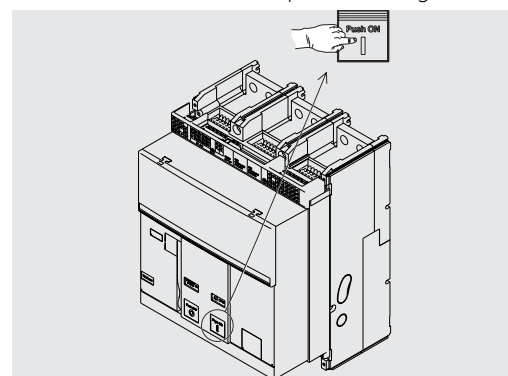

Figure 45
4. Fermeture - Appuyer sur le bouton de fermeture "I - Push ON" comme indiqué dans la Figure 45.